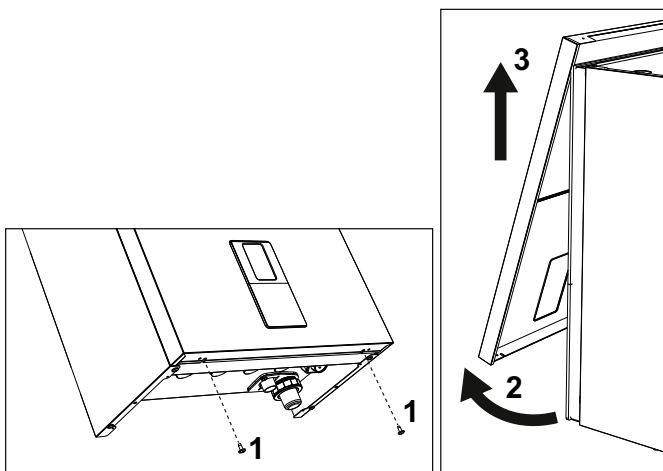

fig. 40- Apertura del panel frontal
1. Desenrosque los tornillos "1" (véase fig. 40).